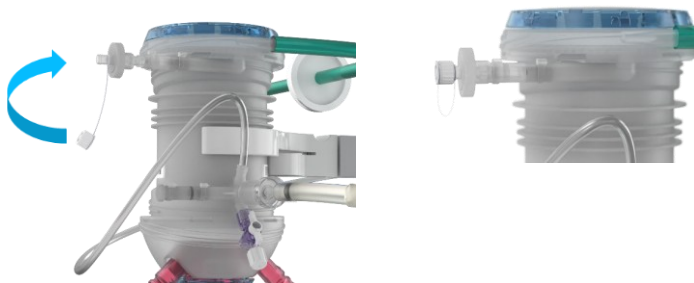

Figure 23 Placez le bouchon sur la sortie de dégazage
- Placez le capuchon blanc sur l'oxygénateur (Figure 23).